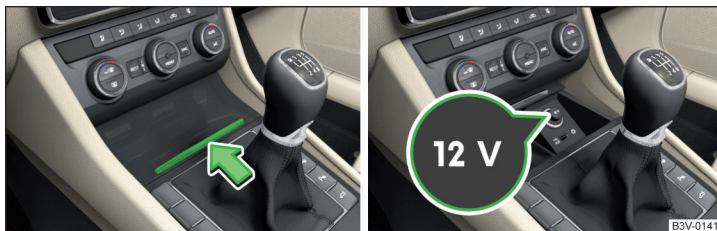

Fig. 110 Deschiderea compartimentului de depozitare/Capacul prizei 12 V
- » Deschideți compartimentul de depozitare apăsând pe marginea capacului în sensul săgeții » fig. 110.